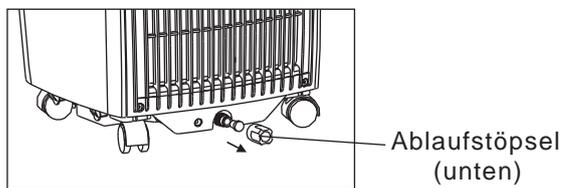

Abb.23
- Wenn der Wasserstand in der Bodenwanne ein bestimmtes Niveau erreicht, gibt das Gerät 8 "Beep"-Töne ab und im Display erscheint "P1". Der Klimatisierungs-/Entfeuchtungsprozess stoppt sofort. Der Lüftermotor läuft jedoch weiter (das ist normal). Bewegen Sie das Klimagerät vorsichtig zu einer Stelle, wo Sie den Ablaufstöpsel entfernen und das Wasser abfließen lassen können (Abb. 23). Schalten Sie das Gerät neu an und die Anzeige P1 verschwindet. Wenn der Fehler weiter auftritt, kontaktieren Sie bitte den technischen Dienst.